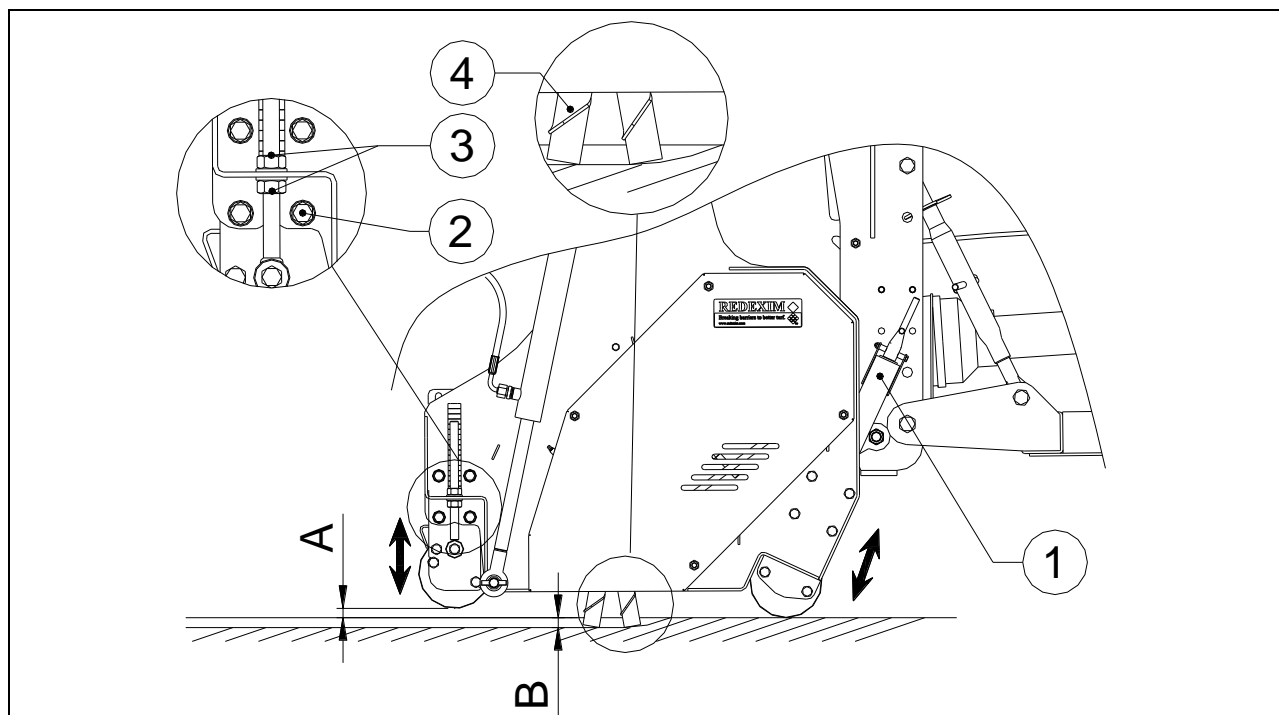

Fig. 9
- ⚠ **Hvis den er udstyret med vingeblade (Se fig. 9 punkt 4), øg aldrig dybden for at sikre, at vingebladene bliver over overfladen. !! Hvis dette ikke overholdes, kan overfladen og maskinen få alvorlige skader !!**
**Hvis den er udstyret med vingeblade (Se fig. 9 punkt 4), øg aldrig dybden for at sikre, at vingebladene bliver over overfladen. !! Hvis dette ikke overholdes, kan overfladen og maskinen få alvorlige skader !!**
5. (Se Fig.9) Løsn boltene 2 på begge sider af maskinen og juster den bagerste rulle ved at bruge møtrikkerne 3, indtil afstanden over jorden A er 10mm (0,4") og udlign på begge sider.  Brug indikatormærkaterne på akslerne til dette. Dette forhindrer græslandet i at blive fjernet af hovedenden.
6. (Se Fig.9) Sørg for, at møtrikkerne 3 og boltene 2 er sikret ordentligt.